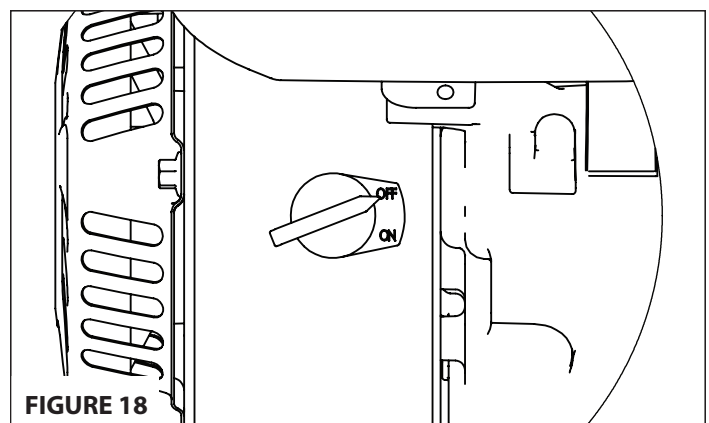

FIGURE 18
1. Mettre l'interrupteur ON/OFF (marche/arrêt) en position **OFF**. **VOIR FIGURE 18.**